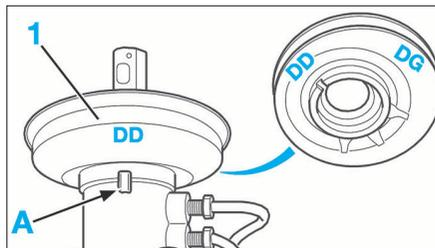

FIG. 15
- contrôler le bon positionnement du joint (1) sur le bossage (A) par rapport au côté de conduite du véhicule (DD : Direction à droite – DG : Direction à gauche) (Fig.15).